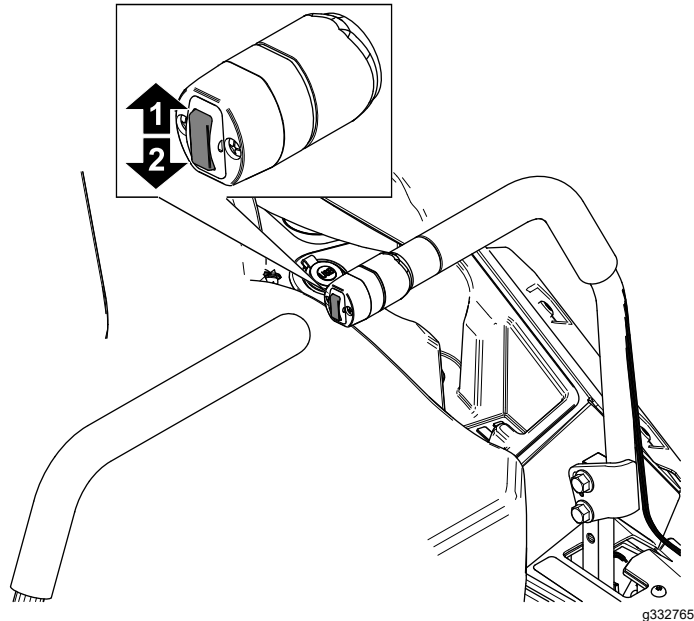

Figura 30
3. Spingere verso il basso l'interruttore di sollevamento del piatto per impostare l'altezza di taglio (Figura 30).
1. Spingete verso l'alto l'interruttore di sollevamento del piatto (Figura 30).